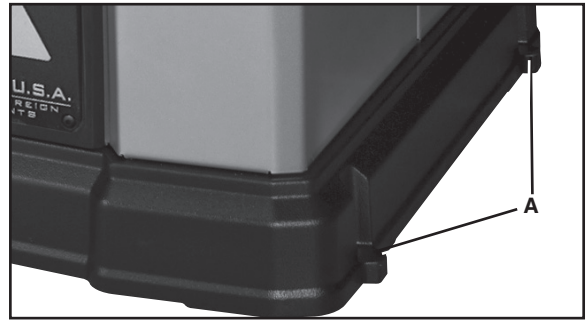

FIG. 4
Si lo desea, puede anexas su sierra al suelo en forma permanente al perforar los orificios en los cuatro lugares provistos en la base de la sierra (se muestran dos en (A), Fig. 4).
3. Utilice una regla (F) Fig. 4 para verificar si el nivel del ala de ampliación es igual al de la mesa y ajuste cada tornillo de fijación (E) Fig. 3 hasta que logre el nivel deseado.